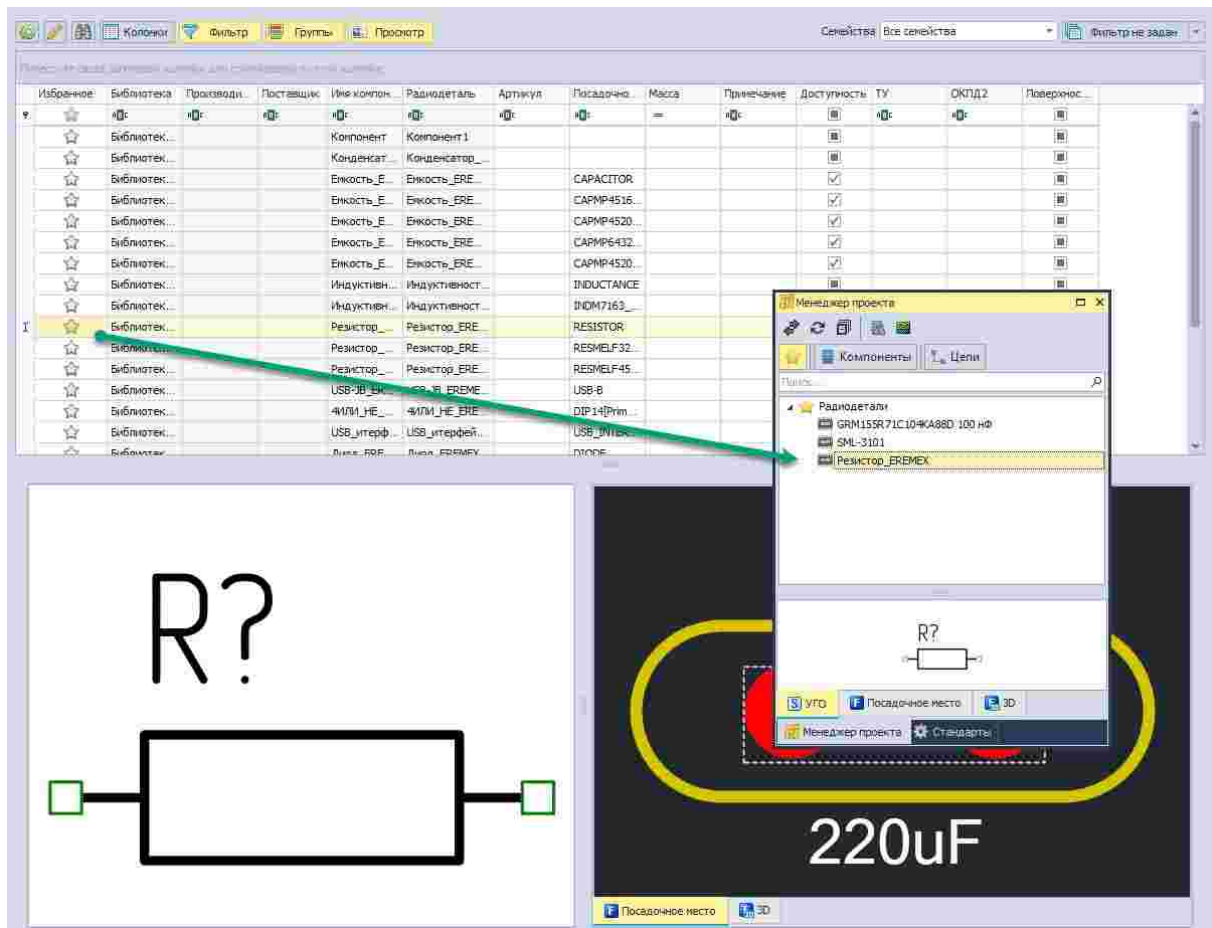

Рис. 49 Перемещение радиодетали на вкладку «Избранное» панели «Менеджер проекта»
2. Навести курсор на колонку «Избранное» и нажать на ☆, см. Рис. 49.